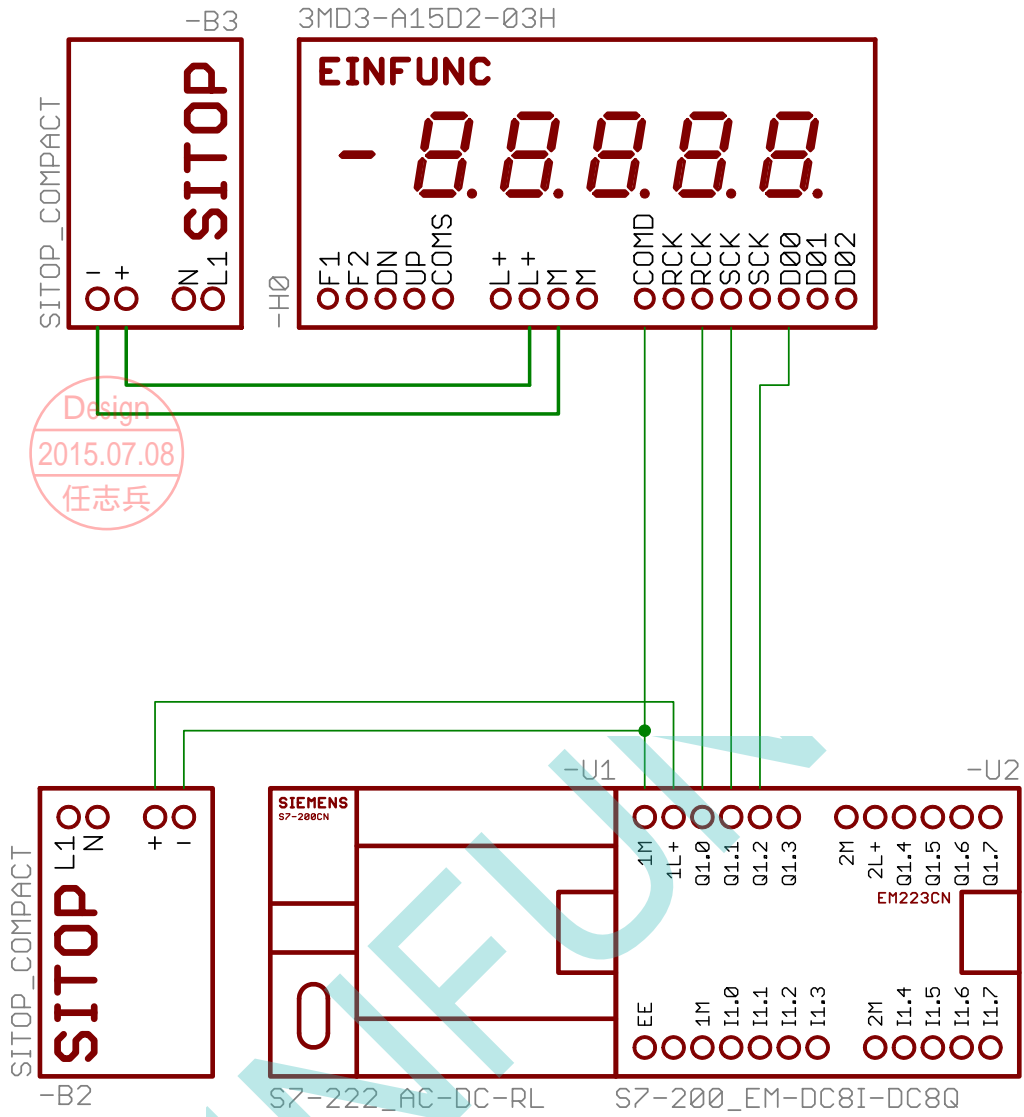

图2 S7-200连接一台3MD3-A15D2 03H 标准电源配置_单数据线
见图 2。适用于数据格式及小数点均固定的应用。
- 固定显示参数是指显示模式、数据码型及小数点位置等信息都是固定不变的，用户只需用 M 键和 S 键在显示器上设定好即可，不必再多占用 PLC 的输出点来传输显示参数，PLC 只需向显示器的 D00 数据端发送要显示的数据就可以了，见图 2。这种方式最节省硬件和软件资源，缺点是灵活性较差。表 5 是显示参数功能表。